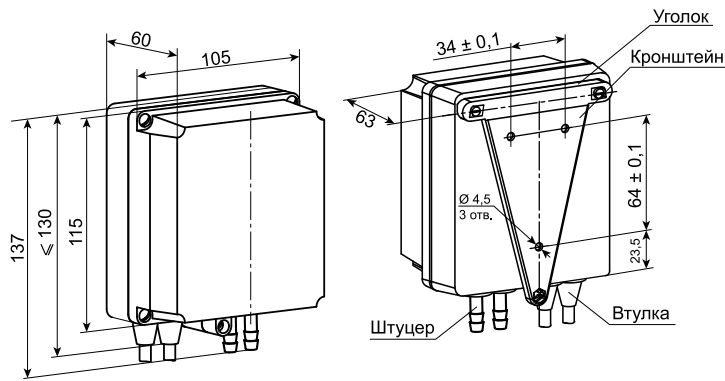

Рисунок 1 – Габаритные и установочные размеры преобразователя настенного крепления
1. Закрепить кронштейн тремя винтами М4 × 20 (в комплект поставки не входят) на поверхности, предназначенной для установки преобразователя (см. *рисунок 1* и *рисунок 2, а*).